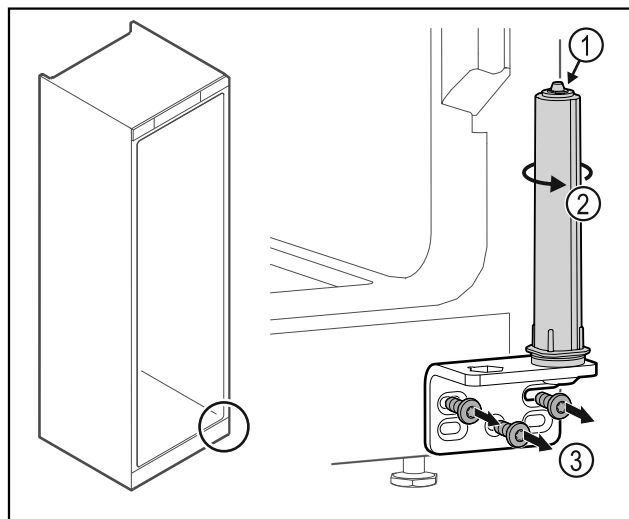

Fig. 32
- ▶ Nu dezasamblați sistemul de închidere al ușii Fig. 32 (1).
- ▶ Rotiți Fig. 32 (2) sistemul de închidere, până când face clic.
- ▶ Deșurubați Fig. 32 (3) colțarul balamalei.